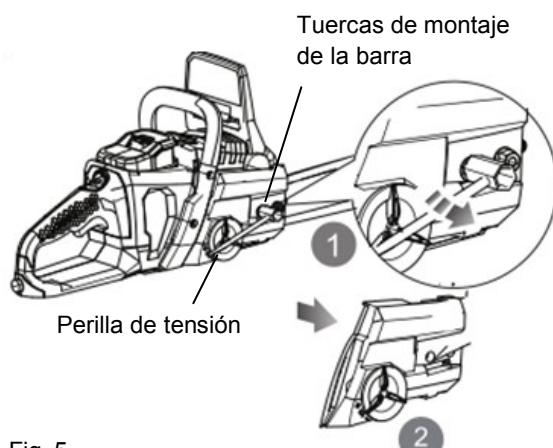

Fig. 5
- Afloje la cadena al girar la perilla tensora en el sentido contrario a las agujas del reloj. Retire las tuercas de montaje de la barra de la tapa usando la llave de punta y corona suministrada. Retire la tapa de la cadena. (Fig. 5)